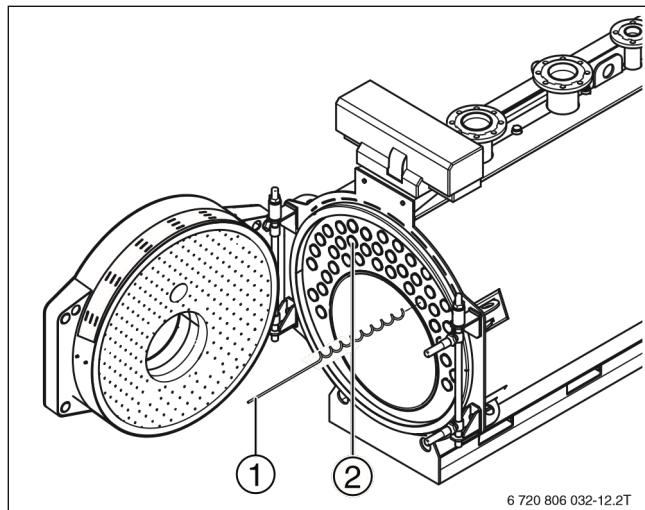

Рисунок 23 Корректировка предварительного напряжения турбулизаторов
- Задвиньте турбулизаторы (→ Рисунок 23, [1]) в трубы дополнительных поверхностей нагрева (→ Рисунок 23, [2]).